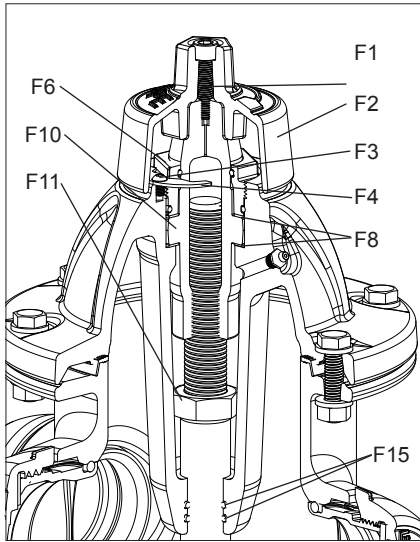

Fig. 7A
1. Retire el perno de la tapa ambiental (F1) con una llave hexagonal de 5/16 "(8 mm). Levante la tapa ambiental (F2). (Vea la Fig. 7A)
3. Con la llave de operación AVK, o una llave ajustable grande, desenrosque la tuerca de empuje (F6) en sentido contrario a las agujas del reloj. (Ver Fig. 7A y 7B)
6. Coloque una arandela antifricción (F8) en la parte superior e inferior del collar de empuje de la tuerca de operación (F10). (Ver Fig. 7A)
10. Coloque una arandela antifricción (F8), en la parte superior e inferior del collar de empuje de la tuerca de operación (F10). (Ver Fig. 7A)